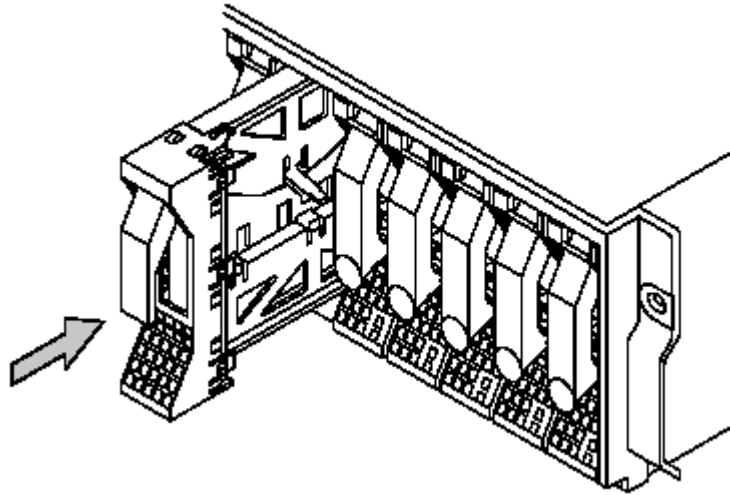

图 2-11 重新硬盘槽位前面板
5. 在继续将带有支架的硬盘往插槽中推的同时，逐渐合上手柄①，直到听到手柄发出一声轻响，这样就可将带有支架的硬盘完全与其在磁盘阵列子系统接口连接上；
9. 对硬盘槽位前面板的安装请参考图 2-11 做下面的操作；